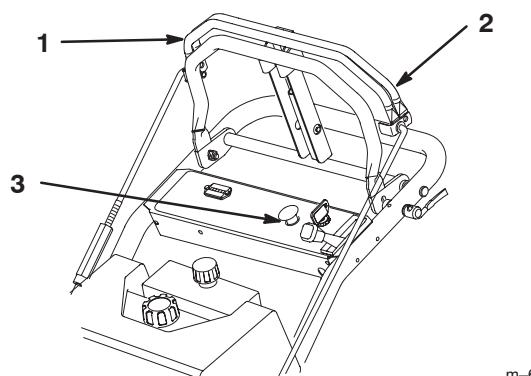

Figure 11
1. Relâchez la barre de commande supérieure pour arrêter la machine (Fig. 11).
2. Pour engager les lames, serrez la barre de commande des lames contre la barre de commande supérieure (Fig. 11).
1. Relâchez la barre de commande des lames pour désengager les lames (Fig. 11).